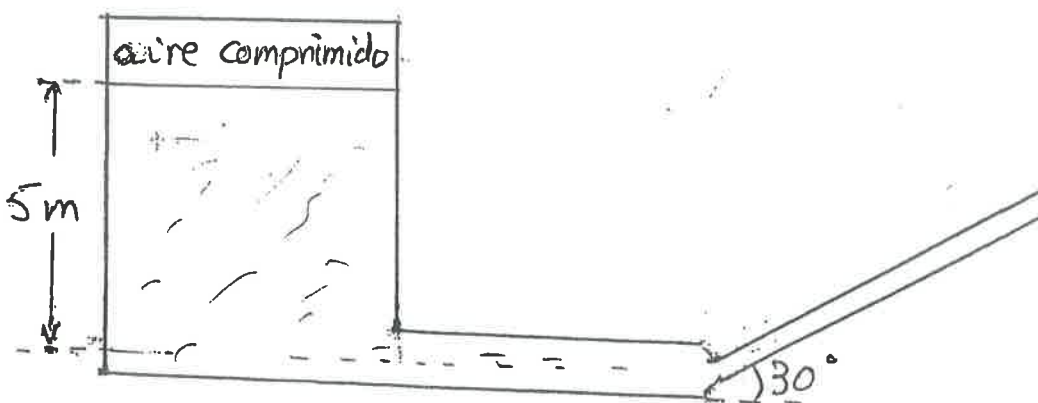

Figura 2
3.- (4p) Un depósito de grandes dimensiones, cerrado y con aire comprimido en su parte superior, contiene agua hasta 5 m por encima de su fondo. El depósito desagua por su fondo mediante una tubería horizontal de 20 cm^2 de sección, que continúa con otra tubería de sección mitad inclinada 30° , que se abre a la atmósfera, tal como indica la **Figura 2**. En el punto medio de la tubería horizontal se mide una presión de 188450 Pa , cuando a través de ella circulan 10 l/s de agua. Calculad:
3.- (4 p) Por el tubo horizontal de la Figura 2 circula agua a razón de 324 litros por minuto. Si tiene una sección transversal de 36 cm^2 en las partes anchas y 9 cm^2 en la parte estrecha, calculad: